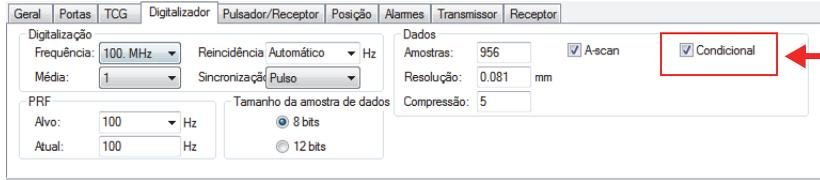

Figura 4-53 Aba do digitalizador
1. Clique na aba **Digitalizador** do painel **Configurações de UT** e, em seguida, selecione a caixa de verificação **Condicional**. Veja Figura 4-53 na página 153.